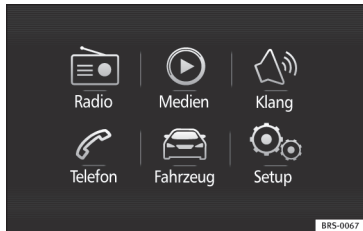

Fig. 37 Easy Connect : hovedmenu
- Tryk på systemknappen **(MENÜ)** og efterfølgende funktionsfladen **(Fahrzeug)** (bil) » Fig. 37 eller på systemknappen **(CAR)** for at komme ind i menuen **Fahrzeug (bil)** » Fig. 38.